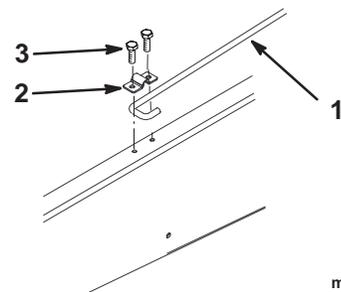

Bild 10
6. Lösen Sie die Schraube, mit der der Ständerclip am Chassis befestigt ist, bis Sie das J-förmige Hakenende des Ständers unter den Clip schieben können (Bild 10).
7. Ziehen Sie die Schraube an und befestigen Sie die andere Seite des Clips mit einer neuen Schraube (5/16 x 3/4 Zoll) (Bild 10).